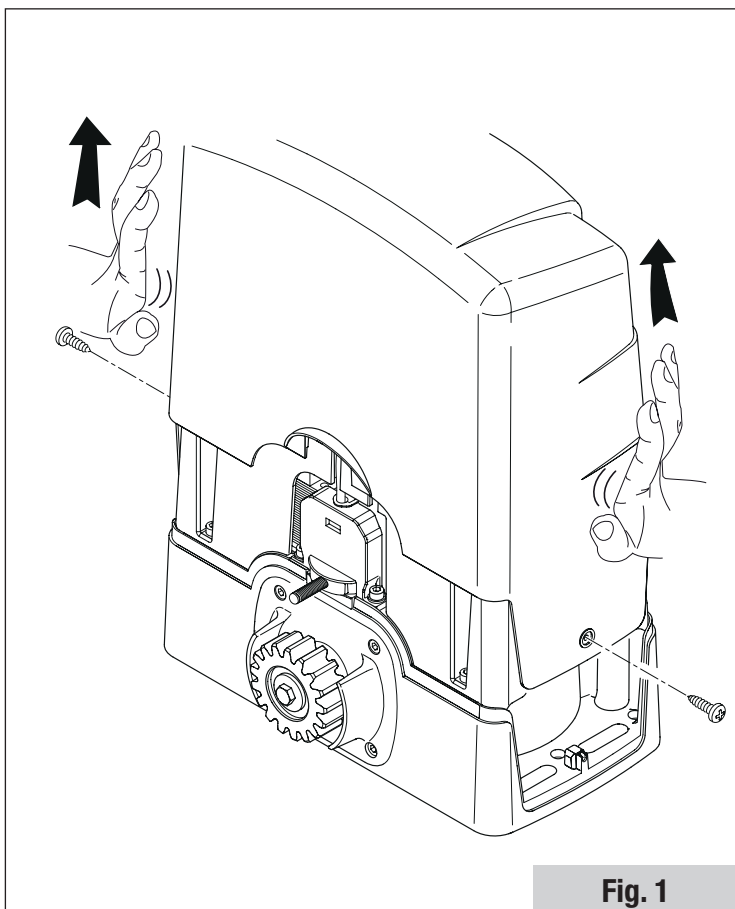

Fig. 1
- Dévisser les vis du couvercle et le retirer en tirant vers le haut, comme indiqué dans la fig. 1. Vérifier que les six pieds de réglage ne dépassent pas de la base du motoréducteur.
- Desenrosque los tornillos de la tapa y quítela extrayéndola hacia arriba, como se indica en la fig. 1. Compruebe que las seis patas de ajuste no sobresalgan de la base del motorreductor.
- Desenrosque os parafusos da tampa e retire-a puxando para cima, conforme indicado na fig. 1. Controle que os seis pés de nivelamento não saiam da base do moto-reductor.
- Per un corretto allineamento e passo tra due pezzi di cremagliera, si consiglia di utilizzare un elemento di raccordo in fase di fissaggio come indicato in fig. 1.